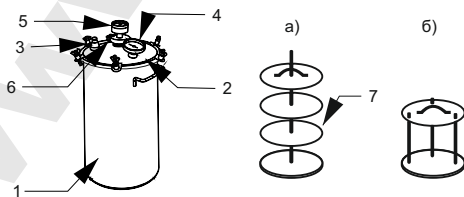

Рисунок 1. Общее устройство автоклава.
- 1-ый вариант с центральной осью (рис.1, а), предназначен для банок маленькой ёмкостью: 0,5; 0,7 и 1 л.;
- 2-ой вариант с тремя шпильками (рис.1, б) - для банок большой ёмкостью: 1,5; 2 и 3 л.